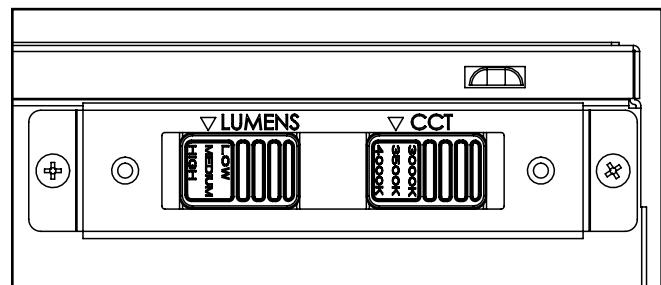

Figura 7.
- Con la luminaria encendida, utilice el interruptor lumínico y el conmutador CCT (si está equipado) para ajustar el accesorio al nivel de Lumen deseado y CCT (Figura 7). Consulte la etiqueta en la parte superior del controlador para ver los lúmenes y el vataje de cada ajuste.